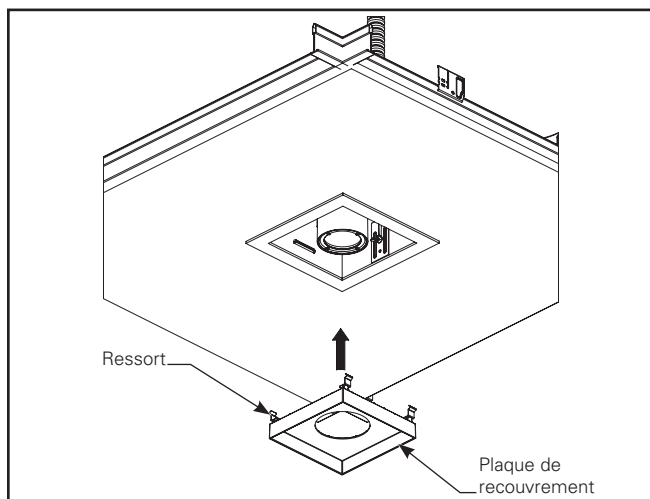

Figure 1.16.
7. Installez la plaque de recouvrement (déflecteur) dans le boîtier. Poussez l'assemblage de la plaque vers le haut à travers la garniture lors de l'installation. Comprimez le ressort vers l'intérieur de manière que l'assemblage de la plaque puisse être poussé vers le haut dans le boîtier (Figure 1.16)